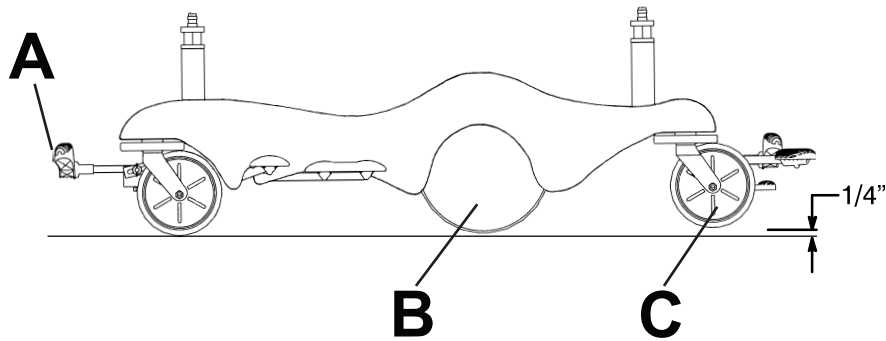

Abbildung 10 – Transportieren mithilfe des Big Wheel
5. Das Brems-/Steuerpedal (A) in die Lenkposition (Abbildung 10) bringen.
- Das **Big Wheel** (B) lässt sich nicht schwenken. Wenn das **Big Wheel** aktiviert ist, lässt sich das Produkt nicht seitwärts bewegen.
- Wenn das **Big Wheel** (B) betätigt wird, werden das Produkt und die Laufrollen (C) des Fußendes hochgefahren. Das Produkt ruht auf den Laufrollen des Kopfendes und dem **Big Wheel**, wodurch sich das Produkt leichter lenken lässt (Abbildung 10).